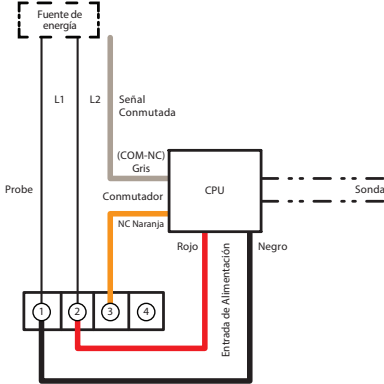

Figura 2a: Opción de cableado 1*: Línea de comunicación interferente
- Cableado Opción 1*: Línea Interferir Comunicación (Figura 2a)**